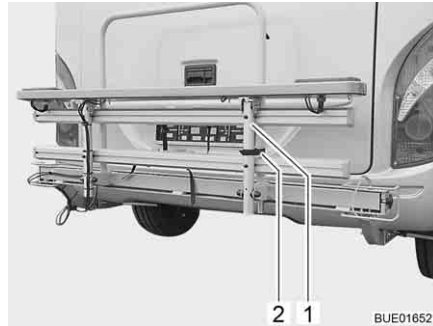

Bild 1 Fahrradträger (eingeklappt)
- Riemen (Bild 1,2) lösen und Bügel (Bild 1,1) nach unten klappen.